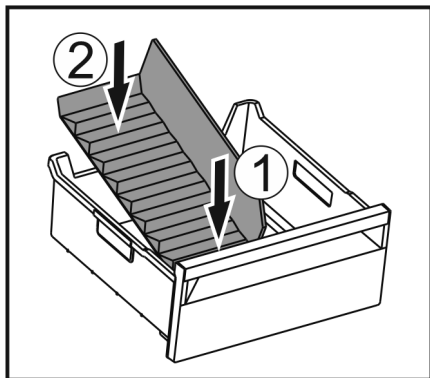

Fig. 49
- ▶ Вставити відділювач спочатку спереду Fig. 49 (1).
- ▶ Опустити задню частину Fig. 49 (2).